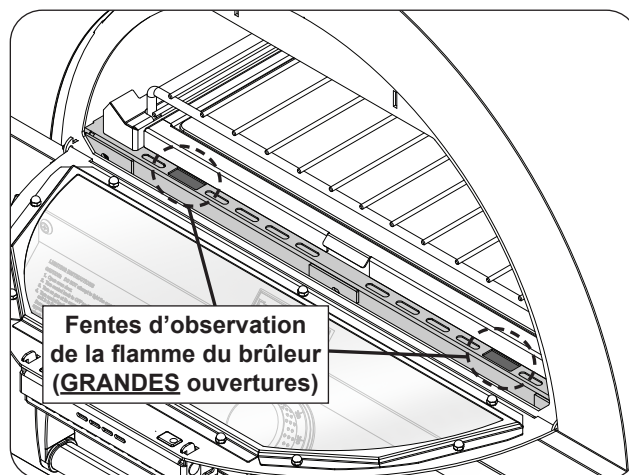

Fig. 34-2 Fentes de visualisation de la flamme du brûleur
**Important:** Inspectez visuellement les flammes du brûleur via les deux fentes rectangulaires d'observation des flammes (voir Fig. 34-2).
**ATTENTION:** Si les brûleurs ne s'allument pas dans les dix (10) secondes suivant l'activation du bouton de commande, tournez-le à la position **OFF**. ATTENDRE CINQ (5) MINUTES avant de répéter l'étape 4. Si vous sentez une odeur de gaz, suivez les instructions sur la couverture de ce manuel. Si les brûleurs ne s'allument toujours pas après plusieurs tentatives, éteignez le système et contactez un technicien de service professionnel qualifié.